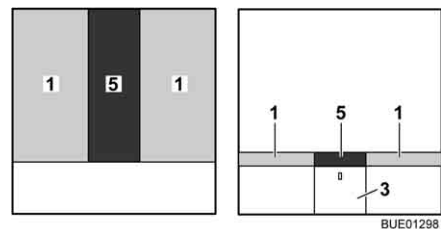

Bild 136 Efter ombyggnaden
- Lägg extradynan (Bild 136,5) mellan madrasserna (Bild 136,1).